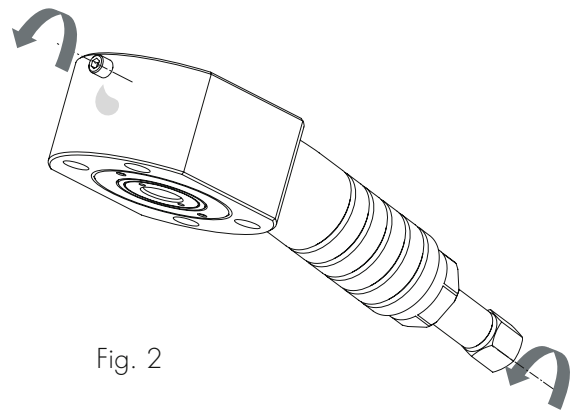

Fig. 2
**CYLINDER BLEEDING (fig. 2)**